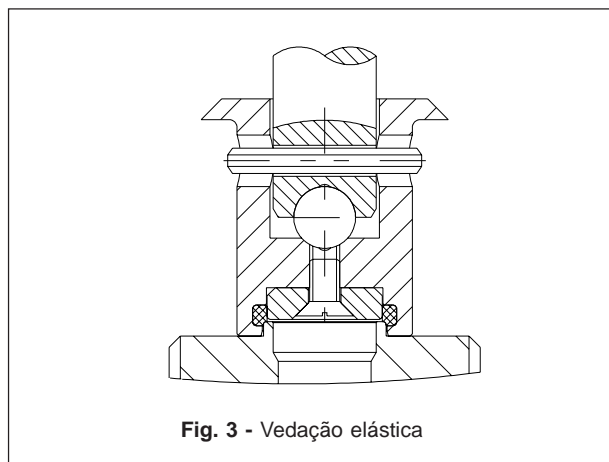

Fig. 3 - Vedação elástica
- Vedação elástica em NEOPRENE (-45 a 100 °C), VITON (-25 a 180 °C), EPDM (-60 a 150 °C) e Kalrez (sob consulta) (fig.3).